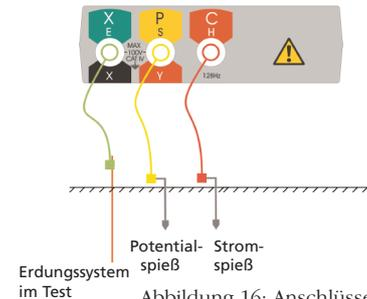

Abbildung 16: Anschlüsse für das Messen des dreipoligen Erdungsstabwiderstands
1. Wenn der Wahlschalter auf die Position „OFF“ eingestellt ist, schließen Sie das Instrument wie in Abbildung 16 gezeigt an.